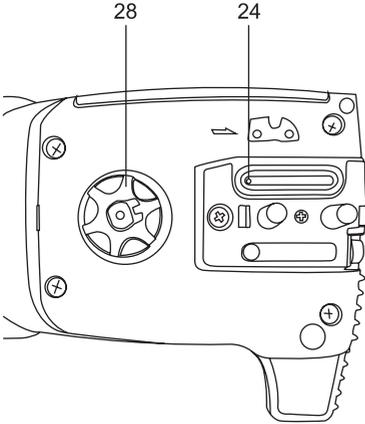

Fig. 36
2. Vérifiez que l'orifice d'huilage (24) n'est pas obstrué et nettoyez-le si nécessaire pour assurer une lubrification correcte du guide-chaîne et de la chaîne pendant le fonctionnement. Utilisez un fil souple suffisamment fin pour être inséré dans l'orifice de vidange d'huile (Fig. 36).